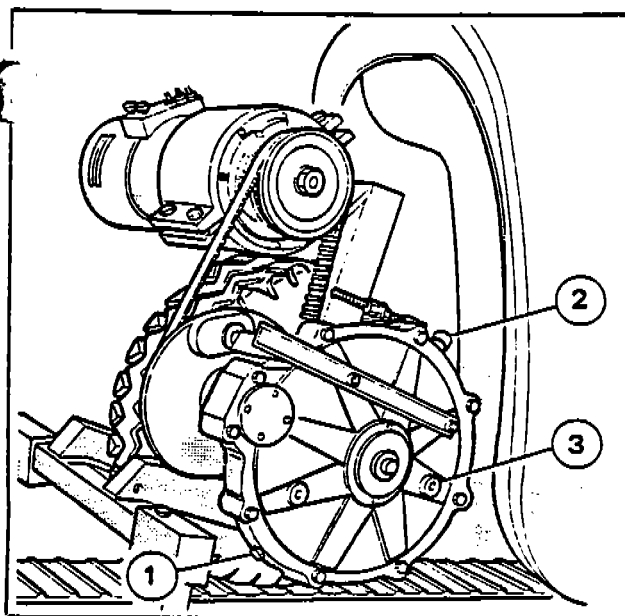

Fig. 38
- 1) Dopo aver fatto girare il convoglio per qualche minuto, fermare e posizionare un recipiente adatto (circa litri 1) sotto il tappo di scarico (1-Fig. 38).
Togliere il tappo di scarico, tappo di riempimento (2-Fig. 38) e far fuoriuscire tutto l'olio contenuto nel riduttore.
- 2) Pulire ed avvitare il tappo di scarico (1-Fig. 38), controllare la relativa rondella di tenuta e, se necessario, sostituirla.
- 3) Riempire con olio prescritto SAE 90 attraverso il foro di riempimento fino a raggiungere il giusto livello, visibile dalla spia (3-Fig. 38).
- 4) Pulire ed avvitare il tappo di riempimento (2-Fig. 38).
a) Controllare il livello olio riduttori vetture tramite la spia di livello (3-Fig. 38). Se necessario, immettere olio dello stesso tipo SAE 90. Vedi dopo le prime 50 ore di funzionamento punto d).